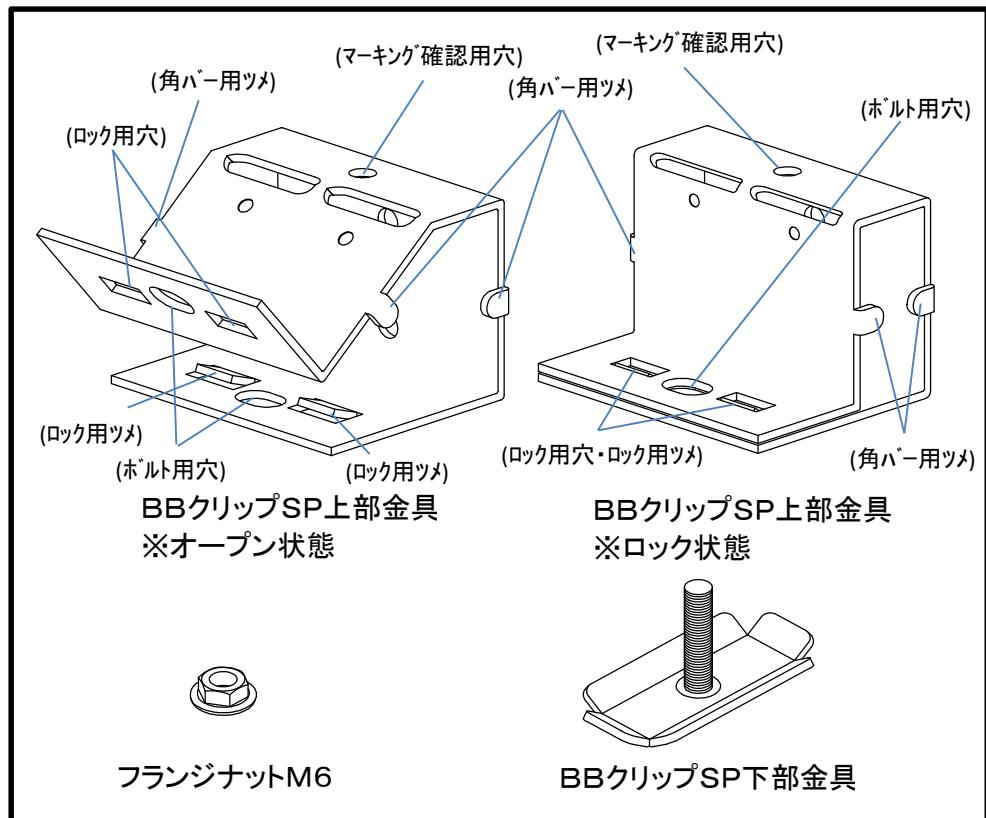
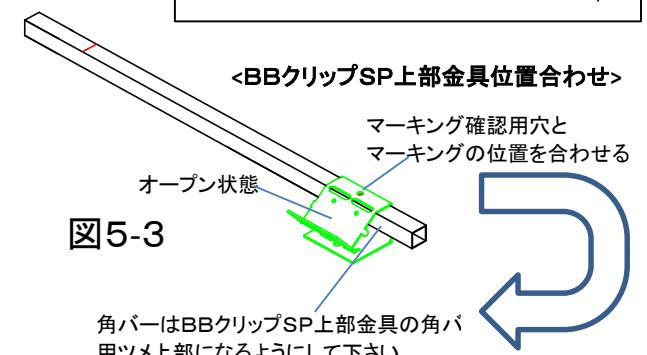
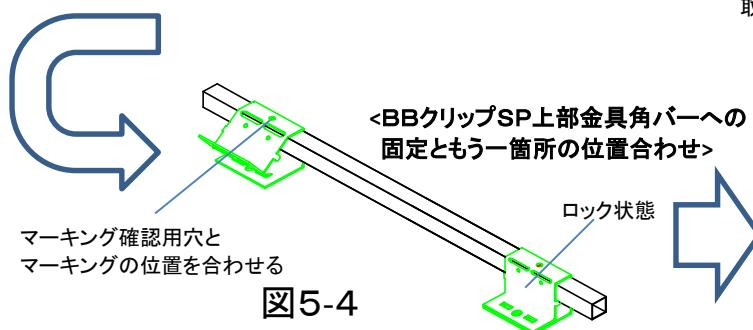

図1
図5-3
図5-4
- ・BBクリップSP上部金具は初めオープン状態になっています。角バーを固定時に開いた部分を閉じることでロック状態になります(図1)。
- ・開いた状態のBBクリップSP上部金具の上部丸穴の位置とマークの位置を合わせた後(図5-3)、開いた部分を手で押し込み、BBクリップSP上部金具をロック状態にして下さい(図5-4)。
- ・もう一方のマーキング箇所も同じようにBBクリップSP上部金具を取付けして下さい(図5-4・5-5)。
※4・図5-4・5-5でBBクリップSP上部金具をロック状態にした時に音と目視できちゃんと両側ロック状態になっているかを必ず確認して下さい(図1・※1参照)。